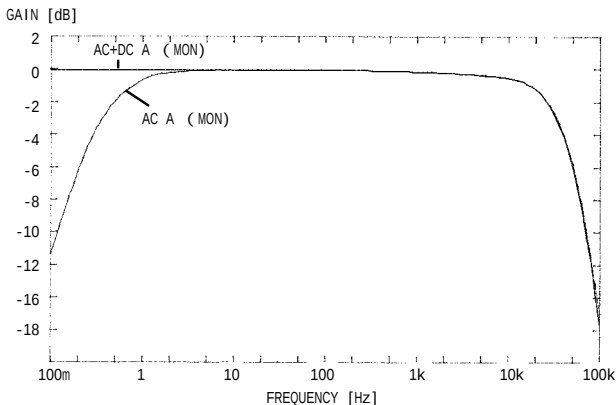

図1 電流出力周波数特性
- ・ 測定の応答速度は、フルスケール (f.s.) 入力時に、立上り (0% → 90%) は約 250 ms、立下り (100% → 10%) は約 500 ms です。(2.2.5 の図 1, 2 参照)
- ・測定の実答速度は、フルスケール (f.s.) 入力時に、立上り (0%→90%) は約 250 ms、立下り (100%→10%) は約 500 ms です。(2.2.5 の図 1, 2 参照)
- ・測定の応答速度は、フルスケール (f.s.) 入力時に、立上り (0%→90%) は約 250 ms、立下り (100%→10%) は約 500 ms です。(2.2.5 の図 1, 2 参照)